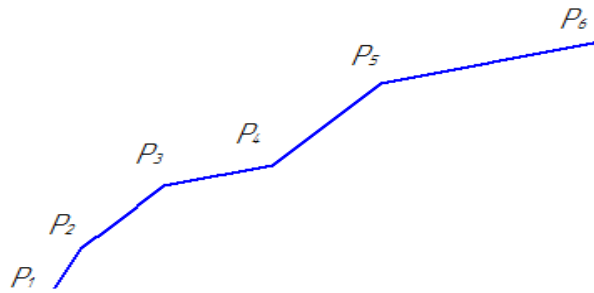

Рисунок 8
10. Выполните самостоятельно: **Задание 1. Построение кривой линии по точкам / сплайн**). Постройте график по точкам, заданным координатами X и Y с использованием кнопки  (рисунок 8).